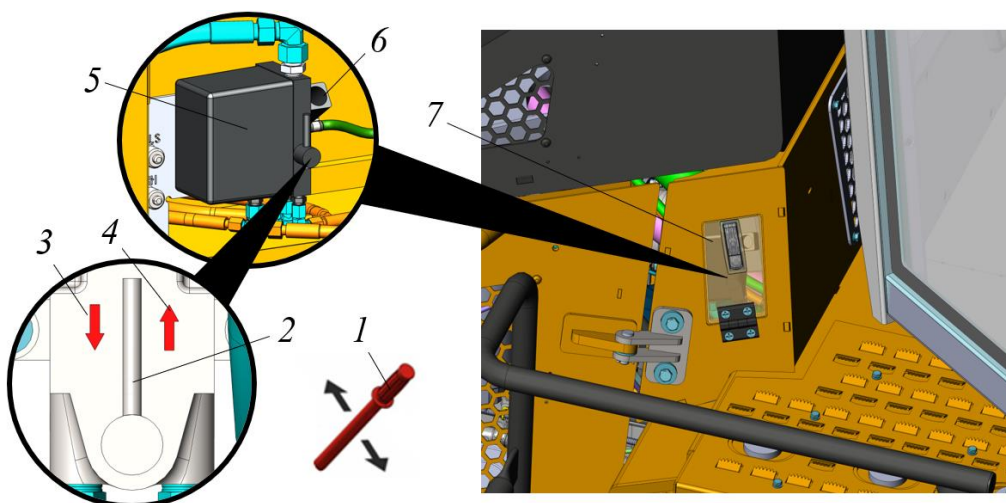
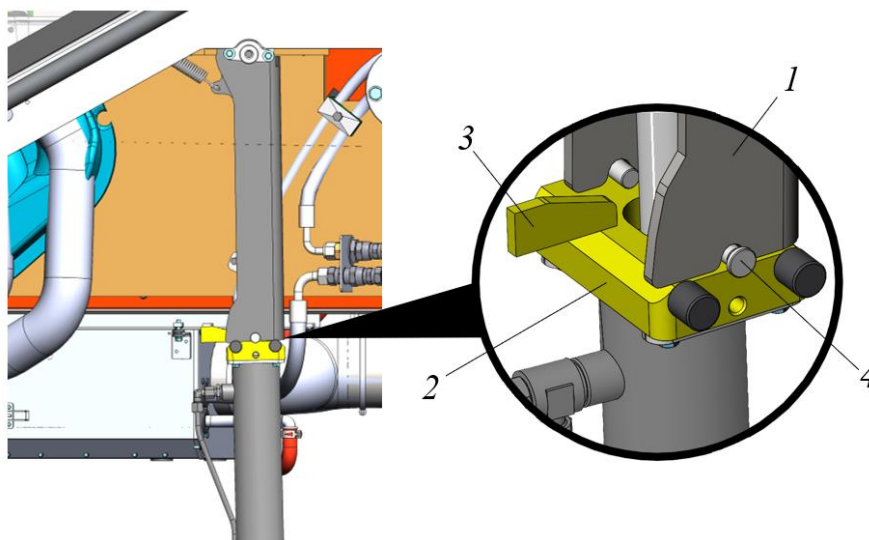
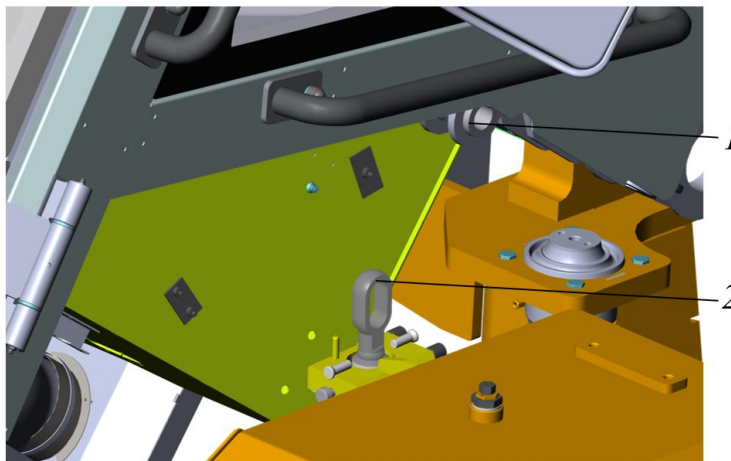

Рисунок 5.20. Подъем кабины с помощью гидравлического насоса с ручным приводом
Рисунок 5.22. Процедура подъема кабины оператора
Рисунок 5.31. Шток гидроцилиндра подъема-опускания кабины опущен
- ▶ Открыть лючок 7, где расположены насосы подъема кабины, рис. 5.20.
- Раскрутить (ослабить) фиксатор 5 и за флажок 3 повернуть опору блокиратора 2 по часовой стрелке на 90 градусов, снова закрутить фиксатор 5. Флажок опоры блокиратора 3 должен занять позицию, как показано на рис. 5.22.
- Переместить флажок 2 на насосе в направлении вниз поз. 3, рис. 5.20.
- Качая рычагом 1 (рис. 5.20.) вверх и вниз опустить блокиратор поз. 1 до совмещения с опорой блокиратора 2 (рис. 5.22). При этом, выемка на блокираторе должна совместиться с фиксирующей втулкой поз. 4.
- ▶ Убедиться, что флажок 2 на насосе установлен в направление вниз, см. поз. 3, рис. 5.20.
Продолжая качать рычагом 1 (рис. 5.20) опустить шток гидроцилиндра 2, как показано на рис. 5.31.
- ▶ Грузоподъемным оборудованием опустить кабину. При опускании убедиться, что проушина штока 2 гидроцилиндра подъема-опускания кабины не задевает за проушины кабины 1, рис. 5.31.